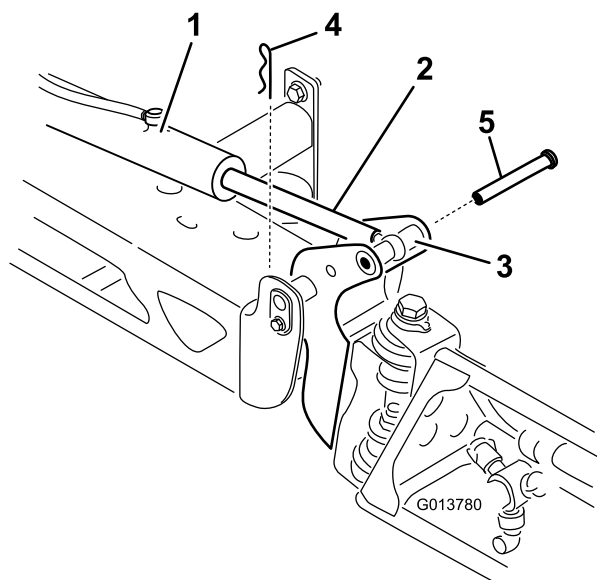

Figure 70
2. Retirez la goupille fendue de l'axe de chape (Figure 70).
3. Tirez la section vers le haut et retirez l'axe de chape, puis abaissez lentement la section au sol (Figure 70).
7. Tout en soutenant la section de pulvérisation, insérez l'axe de chape dans le pivot de rampe et la tige de vérin (Figure 70).